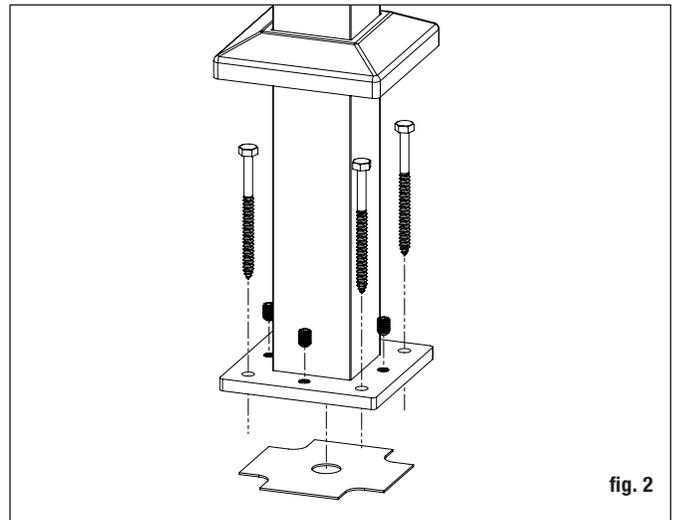

fig. 2
Paso 1 Instale los postes fijando la base de aluminio a la superficie de la terraza. Coloque el poste de forma tal que los el sujetador penetre la viga del piso y asegúrese de que los tabloncillos estén encajados firmemente a la viga en la ubicación de los postes. De ser necesario, utilice bloques de madera bien fijos a la estructura de la viga como refuerzo debajo de los tabloncillos donde van los postes. Los sujetadores que sostienen la base de los postes a la superficie deben poderse asegurar a las vigas o llaves de refuerzo, no solo a los tabloncillos en sí. *Nota: Al instalar los postes de aluminio sobre una superficie de madera, los tornillos deben estar enroscados al menos 7.6 cm (3 pulg) dentro de madera sólida (sin incluir el piso de la terraza). Las tablas de terraza de 3.2 cm (5/4 pulg) o 3.8 cm (1 1/2 pulg) no tienen suficiente material para una instalación segura. De ser necesario, agregue material adicional a la parte inferior de la superficie (fig. 2).*